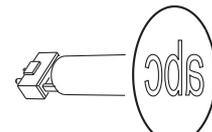
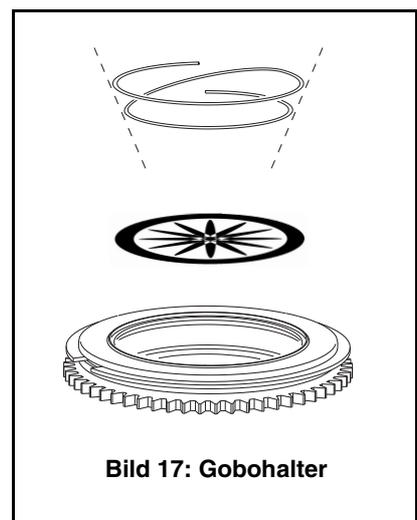

Bild 13. Gobo-Orientierung
Bild 17: Gobohalter
Die in Bild 13 angegebenen Orientierungen sind in den meisten Fällen zutreffend. Wenden Sie sich an Ihren Martin®-Händler oder den Gobohersteller, wenn Sie Zweifel bezüglich der korrekten Orientierung eines bestimmten Gobotyps haben.
Die richtige Gobo-Orientierung ist sehr wichtig. Befolgen Sie die Richtlinien (Bild 13) beim Einsetzen eines Gobos.
- Siehe Bild 17, Lösen Sie die Haltefeder mit einem kleinen Schraubendreher und lassen Sie das Gobo aus der Fassung auf eine weiche Unterlage fallen.
- Legen Sie das neue Gobo in die Fassung. Die der Lichtquelle zugewandte Seite zeigt zur Haltefeder (siehe Bild 17 und Bild 13).
11. Montieren Sie die Haltefeder mit der engen Windung zum Gobo zeigend (siehe Bild 17). *Die enge Windung liegt im Inneren der Feder, wenn Sie die Feder auf einer glatten Oberfläche zusammendrücken.* Schieben Sie das andere Ende der Feder unter die Nut der Gobofassung.